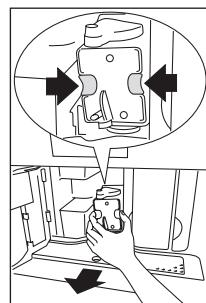

Fig. 39
- Apăsați cele două butoane roșii de eliberare spre interior și în același timp trageți unitatea de perfuzie afară (Fig. 39).